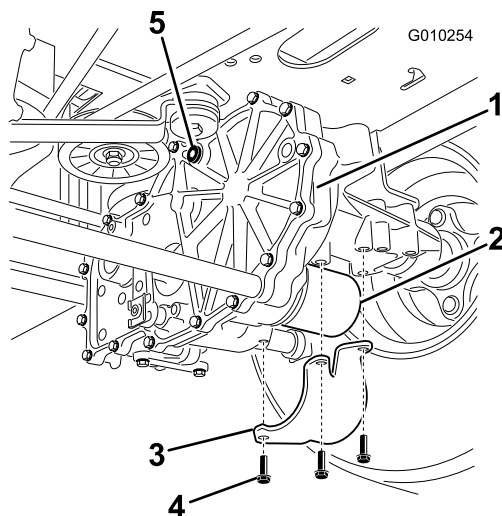

Bild 58
2. Ermitteln Sie den Filter und die Schutzvorrichtungen an jedem Getriebe und entfernen Sie die drei Schrauben, mit denen die Filterschutzvorrichtung befestigt ist (Bild 58).